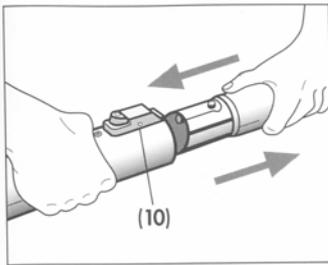

Fig. 8
- Chiudere lo sportello (6) contro il fianco dell'attacco rapido (7) assicurarsi che i due particolari (8-9) si aggancino (**Fig. 8**)
L'apparecchio è corredato di una serie di accessori che permettono di soddisfare tutte le esigenze. Per l'accoppiamento dei vari componenti è sufficiente inserire la parte terminale maschio dell'uno nella femmina bloccando il tasto rosso (10) nella direzione indicata (Fig. 8).